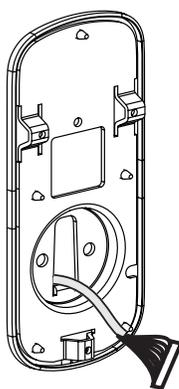
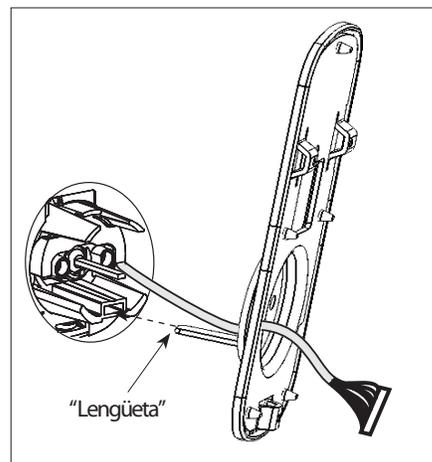

Figura 4A
Figura 4B
4. Sosteniendo el escudo exterior a ras de la puerta, pase el cable a través de la placa de montaje como muestra la figura 4A. Alinee la placa de montaje interior como muestra la figura 4B, insertando la lengüeta de la placa de montaje en la ranura inferior del escudo exterior.